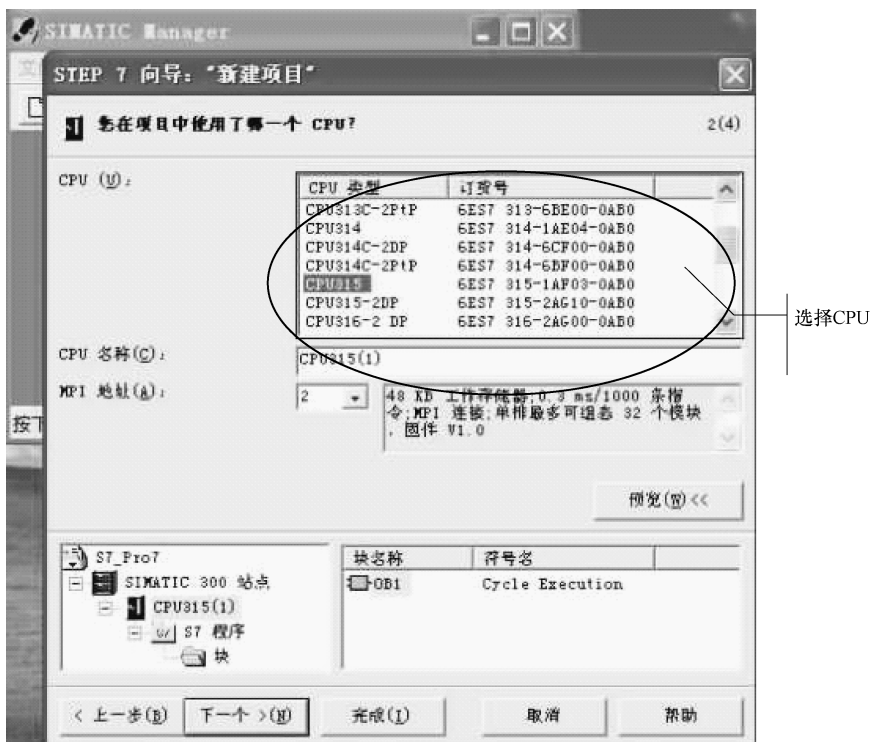

图 3-7 SIMATIC 管理器向导
2) 如要转到下一个对话框, 单击“下一步”, 出现如图 3-7 所示的向导画面。